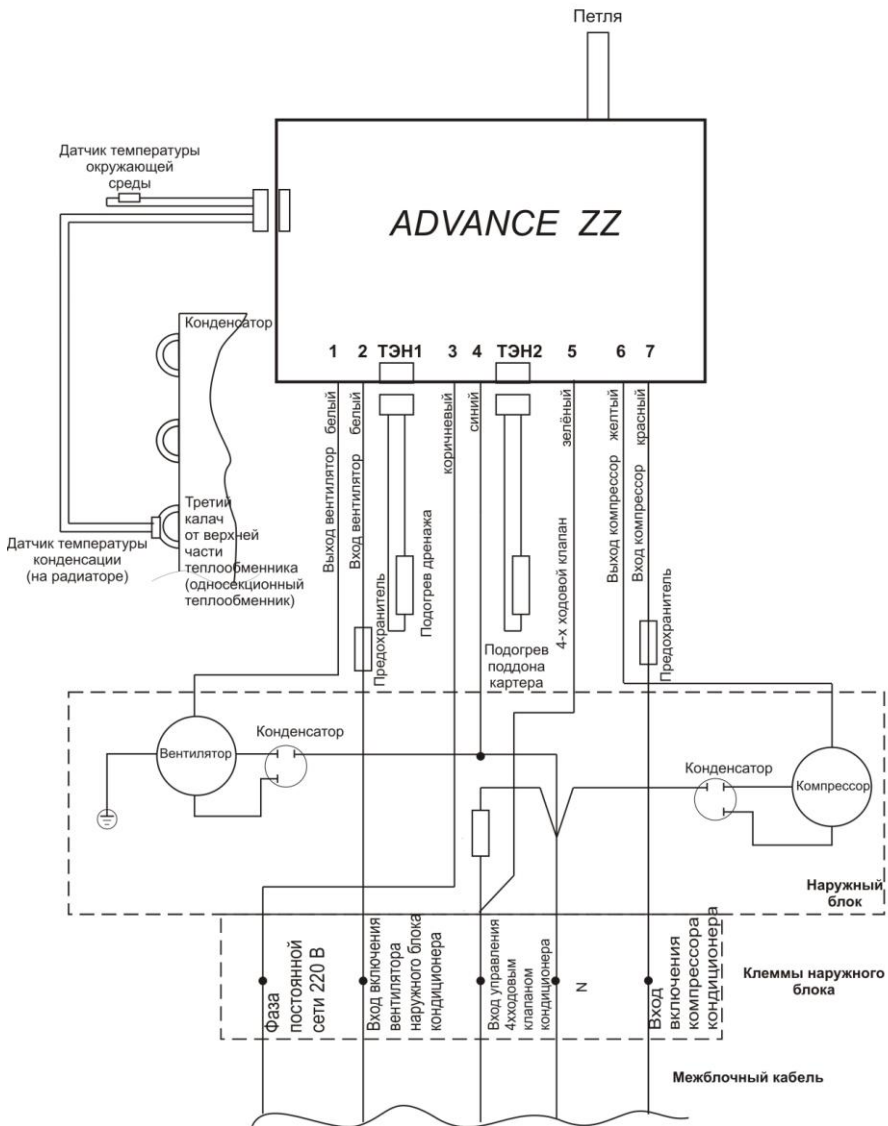
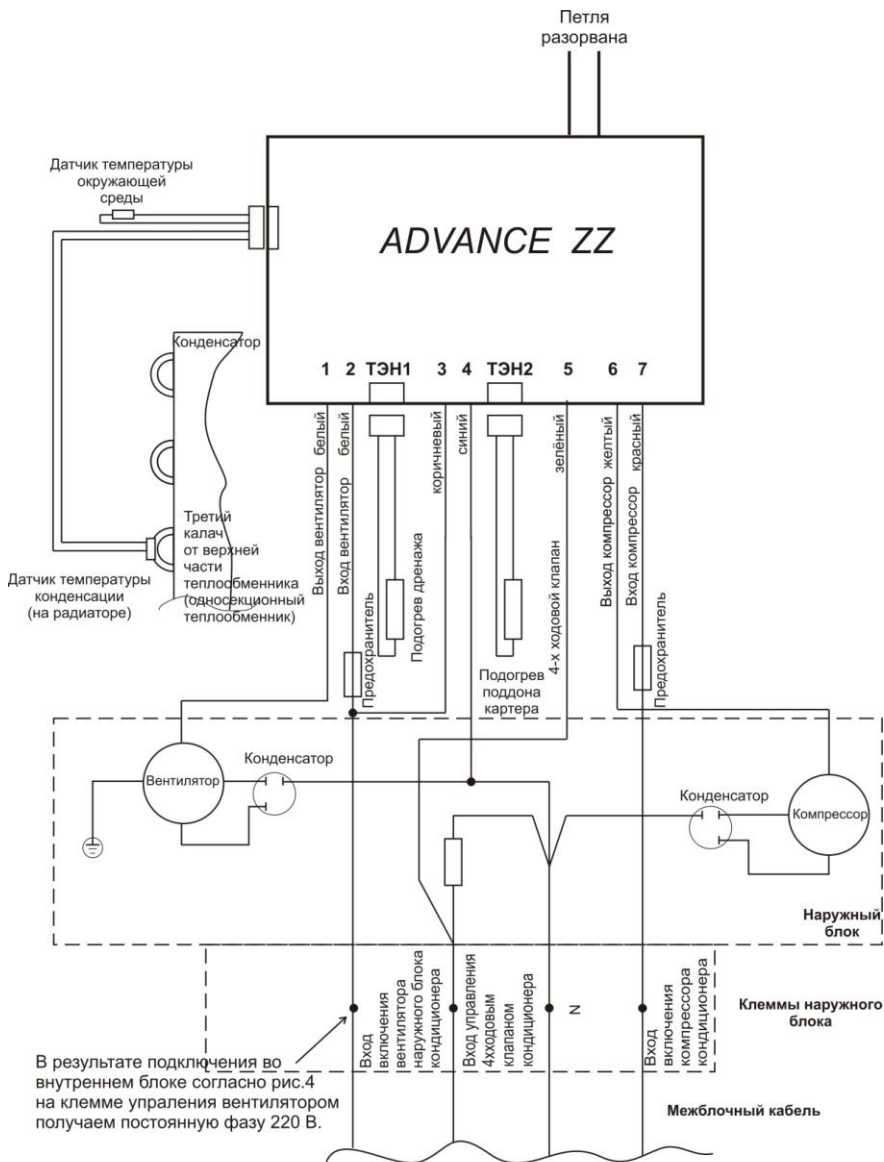

Рис.3. Схема подключения, вариант 1. Петля не разорвана.
Рис.5. Схема подключения, вариант 2. Петля разорвана
6.4. Подсоединить электропровода согласно блок-схеме в соответствии с выбранным вариантом (рис.3 или рис.5)
6.5. Силовые цепи необходимо подключать через предохранители согласно блок-схеме (рис.3 или рис.5)
Подключение по варианту №1 производится, если постоянная фаза 220 В присутствует в наружном блоке кондиционера. Для этого **коричневый провод подключаем к клемме с постоянной фазой 220 В, синий – к клемме N (ноль)**. Остальные подключения производятся согласно схеме (см. рис.3.)
Разрезаем петлю на блоке, изолируем концы. После чего производятся остальные подключения согласно схеме (рис.5.)